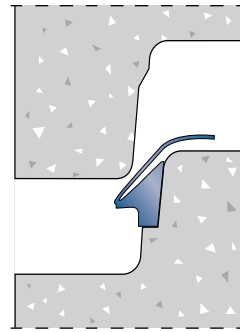
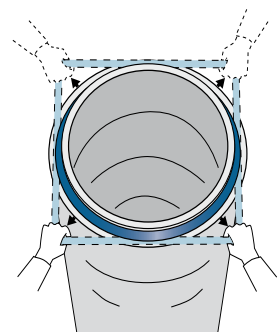

Bild 1
Bild 2
a.) Die Dichtung an der Schulter des Spitzendes auflegen (Bild 1). Die Spannung der Dichtung durch mehrmaliges Anheben ausgleichen (Bild 2). Es ist sehr wichtig, dass die Dichtung auf dem gesamten Umfang des Ringes an der Schulter anliegt.